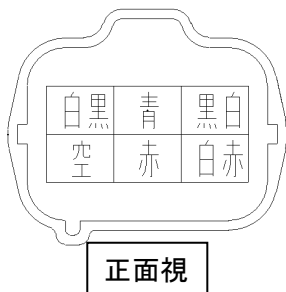

図5. 端子コネクタ接続
④ワイヤハーネスLH
5. 写真20のように④ワイヤハーネスLHをドアスカッププレートLHの車両ハーネスに沿って外側に配線する。この時、④ワイヤハーネスLHは車両既設クリップを避けながら配線し、⑳結束バンド200Lで車両既設クリップ間の中間を車両ハーネスと一緒に固定する。(4ヶ所固定)
6. 床下に落とした④ワイヤハーネスLHの端子に付属の⑨防水6極コネクタを接続する。(図5参照)
7. 残った車両ステップ照明用コネクタを付属の⑩2極防水コネクタ オスと接続し防水処理した後、写真21のように④ワイヤハーネスLHとビニルテープで固定する。
5. ドアスカッププレートRH内のクリップの中を通しながら車両ハーネスの内側に沿って⑤ワイヤハーネスRHを写真31のように配線させる。その後、始めに加工した穴にグロメットをはめ、端子を床下に落とす。
6. LH側と同様に床下に落とした⑤ワイヤハーネスRHの端子に付属の⑨防水6極コネクタを接続する。(P. 12、図5参照)
7. LH側と同様に残った車両ステップ照明用コネクタを付属の⑩2極防水コネクタ オスと接続し防水処理した後、P. 12の写真21のようにワイヤハーネスRHとビニルテープで固定する。KDSS車両の場合はP. 12の注意も参照し、同様に作業を行なうこと。